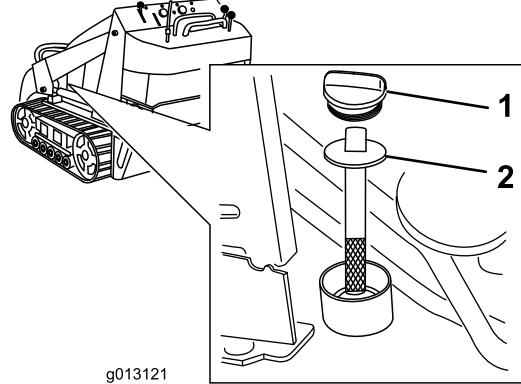

Bild 63
5. Entfernen Sie den Deckel des Hydraulikbehälters und den Peilstab (Bild 63).